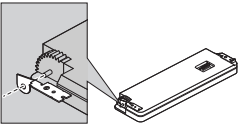

Fig. 11
1. Attachez les crochets des deux côtés de la face avant. (Fig. 11)